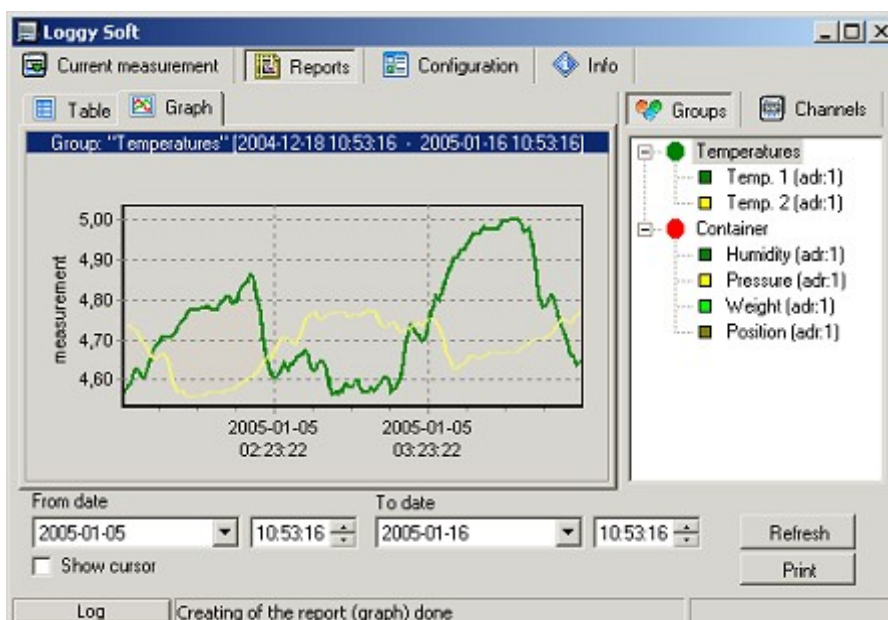

Fig. 3.6. Informes – Pestaña Gráfico
La pestaña gráfico (Fig. 3.6) se utiliza para visualizar e imprimir los resultados de medida grabados por el dispositivo (por ejemplo, temperatura, humedad) en forma de gráfico. Pueden mostrarse hasta un máximo de 4 canales de medida grabados.
- Gráficos de área – extensión de los valores medidos (por ejemplo, temperatura, humedad) en función del tiempo. Cada canal se distingue por un color diferente (Fig. 3.6);
- haga clic en la pestaña de tabla apropiada del Grupo de canales (Fig. 3.6),